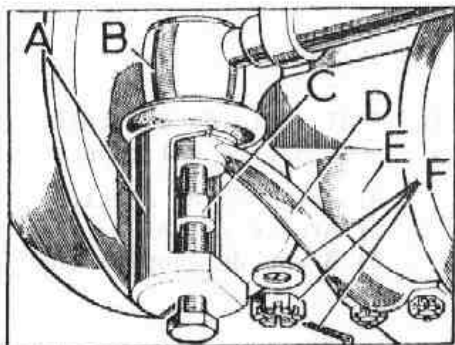

Fig. F-28 Acoplamiento de la biela de dirección y barra
- 1.2. Soltar la biela y barra de acoplamiento que corresponda (Fig. F-28), haciendo uso de la herramienta especial (600590) para desmontar las rótulas, B.